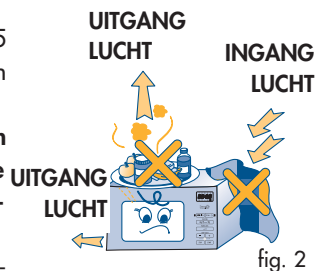

fig. 2
- 6) Dek de luchtinvoeropeningen niet af. Zet vooral niets bovenop de magnetron en controleer of de sleuven voor de afvoer van lucht en stoom (aan de bovenkant, onderkant en achterkant van het apparaat) **NOOIT AFGEDEKT** worden (fig. 2).
- 7) Plaats de houder (H) in het midden van zijn cirkelvormige zitting en plaats hierop het draaiplateau (G). De houder (H) moet samenvallen met zijn zitting in het midden van het draaiplateau.